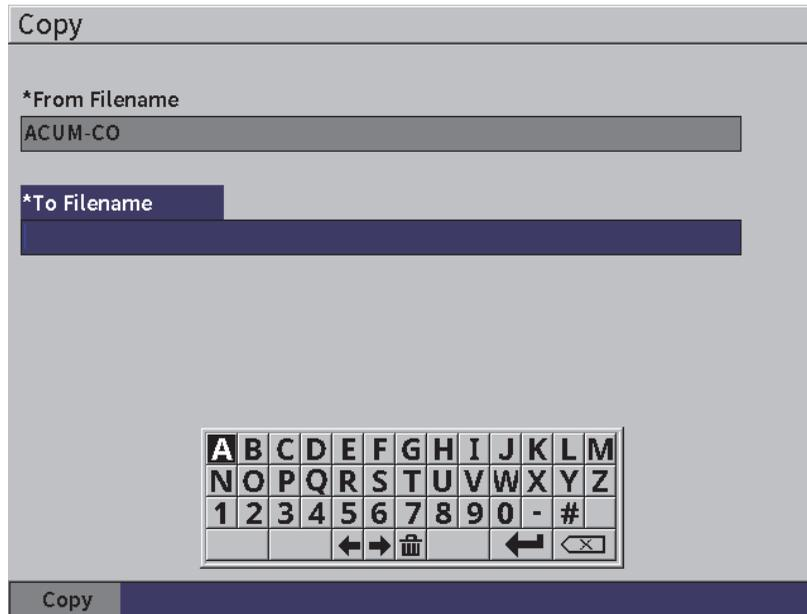

図 9-15 設定ページのコピー
2. Enter キーを押して**コピー**ページを開きます (141 ページの図 9-15 参照)。